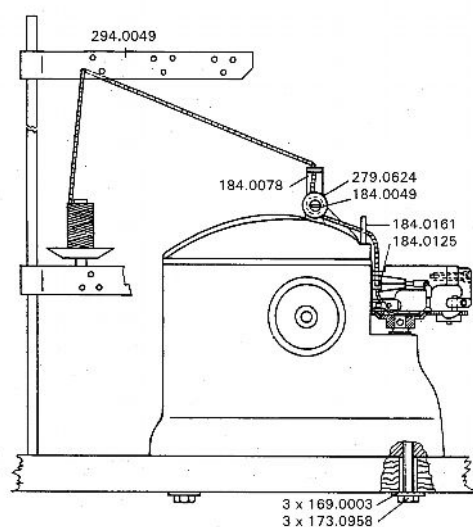
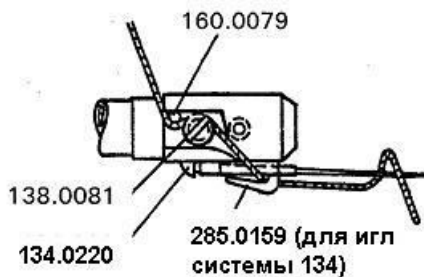
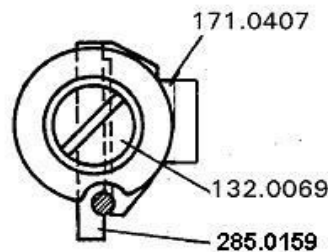

Рис. 1.
Рис. 12
Рис. 13
- 4.4. Натяжение нити (рис. 1)
4.2. Установка иглы (рис. 13)
Вставьте иглу длинным желобком вниз и вдвинуть до упора 134.0220 (рис. 12). Потом закрепите ее винтом 171.0407 (рис. 13).
Рис. 1 и рис. 12 показывают правильную заправку.
Установите катушку нити на стойку и протяните нить через отверстие направляющей планки стойки (рис. 1). Далее протяните нить через нитенаправитель 184.0078 (в зависимости от нити и материала через 1-3 отверстия) и через диски 184.0049 регулятора натяжения нити, нитенаправитель 184.0161 и через отверстие направляющей 184.0125.
Затем пропустите нить под штифтом 160.0079 игловодителя и вокруг зажимного винта нити 138 0081. Потом зацепите нить в пластину фиксации иглы 285.0159 слева направо и заправьте ее снизу в ушко иглы (рис. 12).
4.4. Натяжение нити (рис. 1)
Масляная трубка закрыта уплотнительным кольцом 193.0530 и винтом 173.0772 (рис. 12). Сама трубка крепится на нижней крышке 112.0085 корпуса машины. При отгрузке отверстия крепления трубки закрыты тремя кольцами 190.0010 с винтами 172.0521.